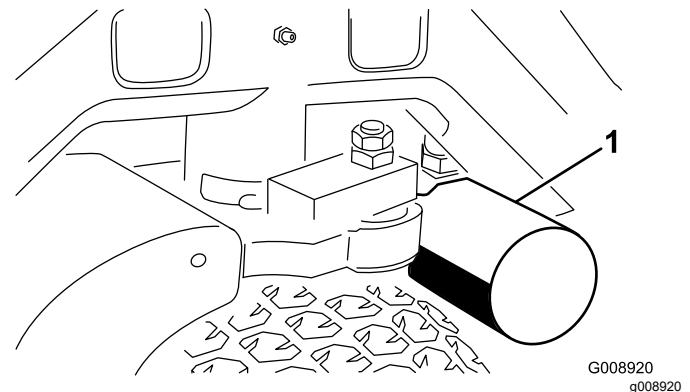
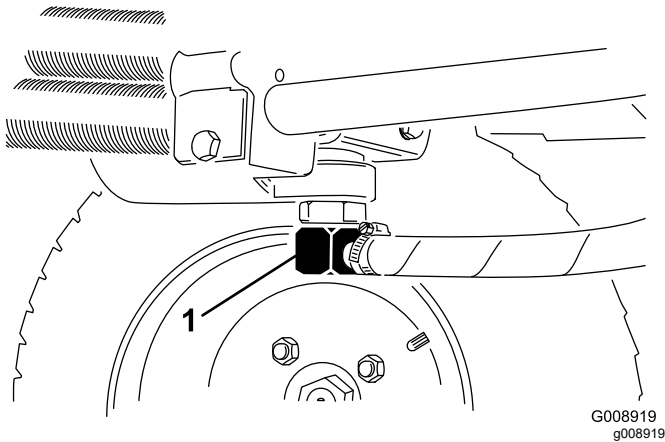

Figura 64
Figura 65
3. Limpie la zona de montaje del filtro. Coloque un recipiente debajo del filtro (Figura 64) y retire el filtro.
2. Desconecte el tubo hidráulico (Figura 65) o retire el filtro hidráulico (Figura 64) y deje fluir el aceite hidráulico en un recipiente apropiado. Vuelva a colocar el tubo cuando el aceite hidráulico se haya drenado.